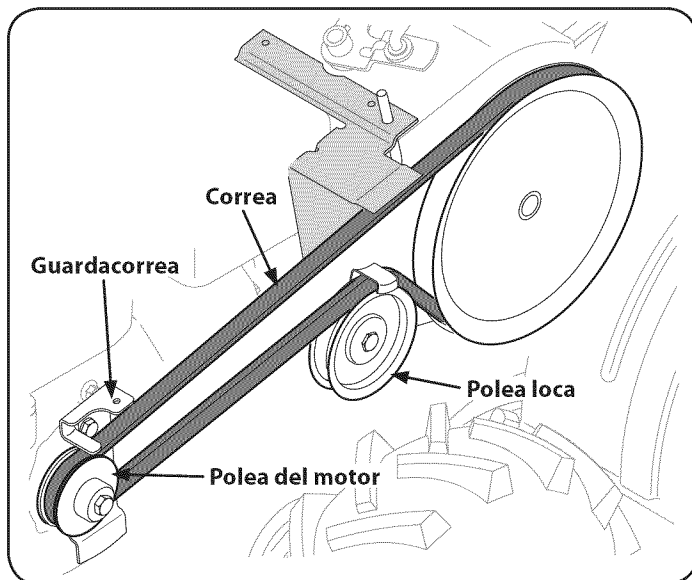

Figura 27
3. Retire el conjunto del guardacorreas de la correa ubicado detrás de la polea del motor extrayendo los dos pernos hexagonales y las arandelas de seguridad. Vea la Figura 27.
4. Extraiga la polea loca retirando el perno y la tuerca. Vea la Figura 27.
5. Extraiga la correa usada e instale una nueva. Siga las instrucciones en orden inversa para reinstalar el guardacorreas y la cubierta de la correa. Vea la Figura 27.